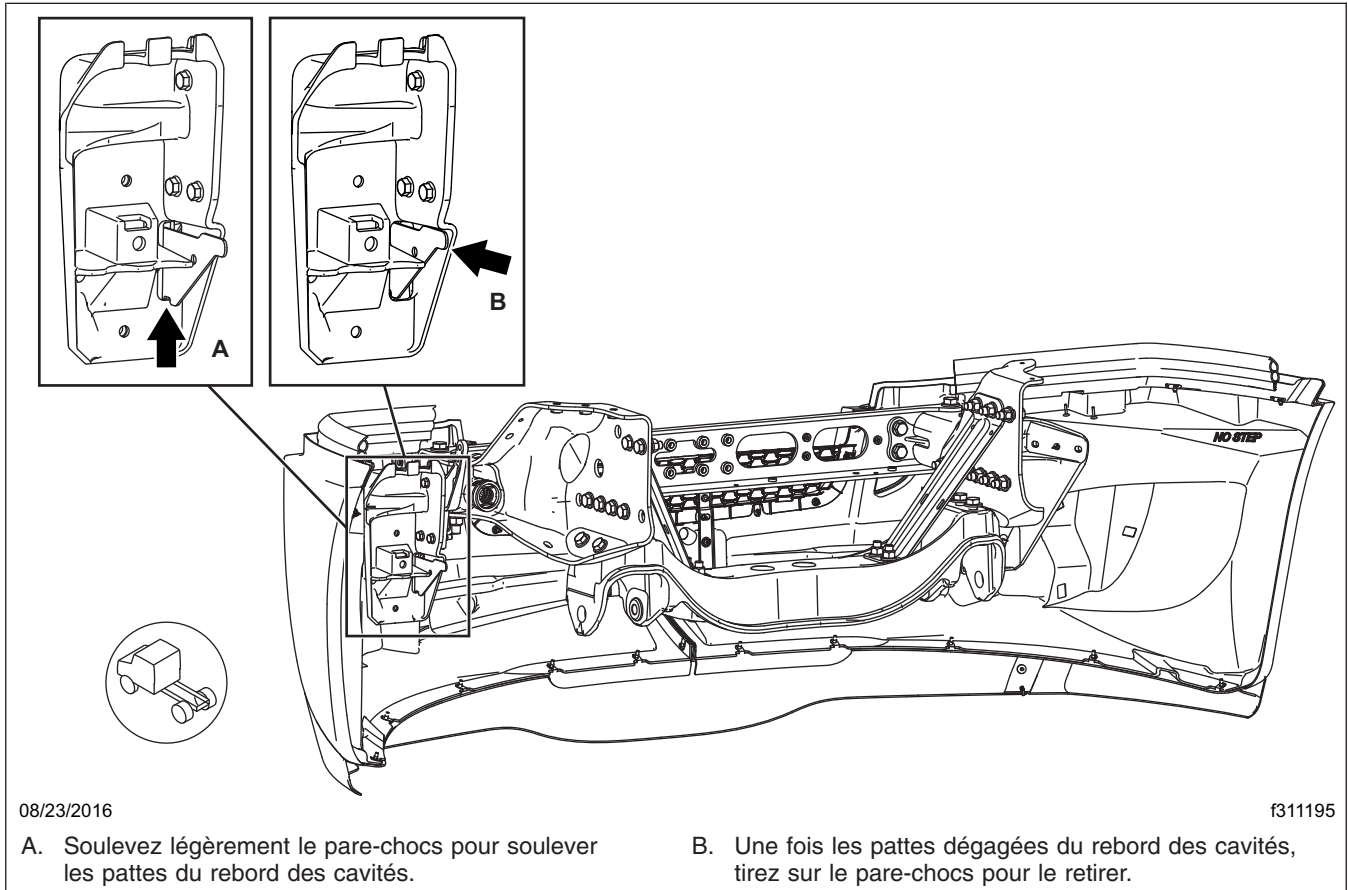

Fig. 2, Dépose du pare-chocs aérodynamique, pattes de montage
6. Soulevez légèrement le pare-chocs pour déplacer les pattes du pare-chocs vers le haut, hors des fentes de moulage du pare-chocs, puis retirez le pare-chocs. Reportez-vous à la Figure 2.